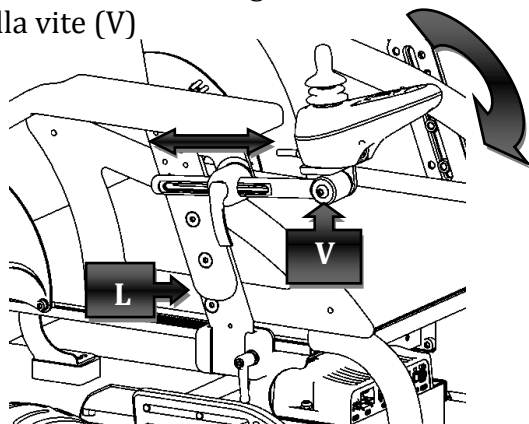

Figura 10
Allentando la leva (L), mostrata in Figura 10, è possibile spostare il joystick in profondità fino a raggiungere la posizione desiderata. Stringere di nuovo la leva. Per regolare l'inclinazione del joystick bisogna agire sulla vite (V)